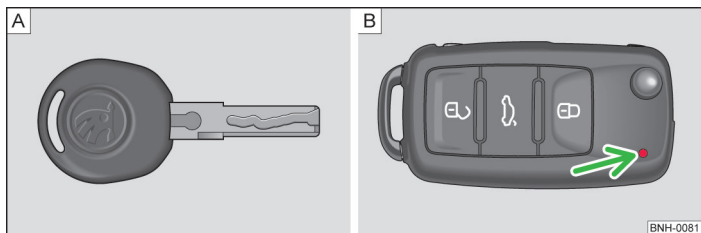
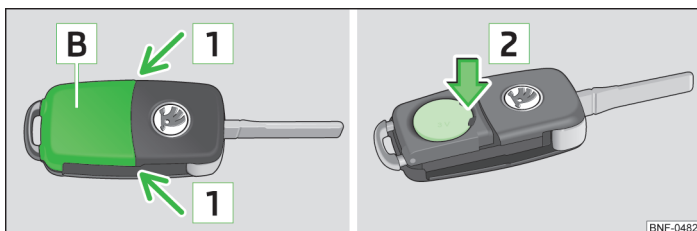

Fig. 8 Cheie fără comandă de la distanță / cheie cu comandă de la distanță (cheie cu telecomandă)
Fig. 9 Cheia cu telecomandă: îndepărtarea capacului/extragerea bateriei
La livrarea autovehiculului primiți două chei. În funcție de echipare, autovehiculul dumneavoastră poate fi echipat cu chei fără comandă de la distanță » fig. 8-A) sau cu chei cu comandă de la distanță » fig. 8-B).
Fiecare cheie conține o baterie, care se găsește sub capacul **B** » fig. 9. Când bateria este descărcată, după apăsarea unei taste, lampa de control de culoare roșie » fig. 8 la pagina 20 - **B** de pe cheia cu telecomandă nu luminează intermitent. Vă recomandăm să vă adresați unei unități autorizate pentru înlocuirea bateriei cheii. Dacă doriți totuși să înlocuiți singur bateria descărcată, procedați în felul următor:
- Apăsăți capacul bateriei cu degetul mare sau cu o șurubelniță cu vârf plat, în locurile marcate cu săgețile **1** » fig. 9.